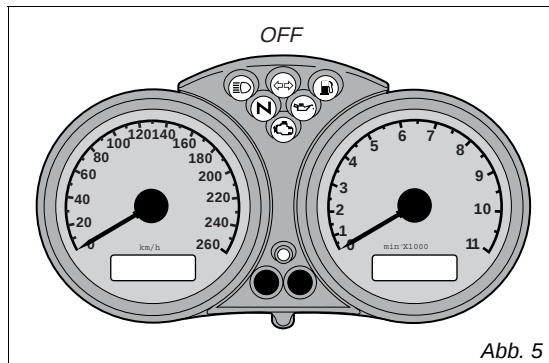
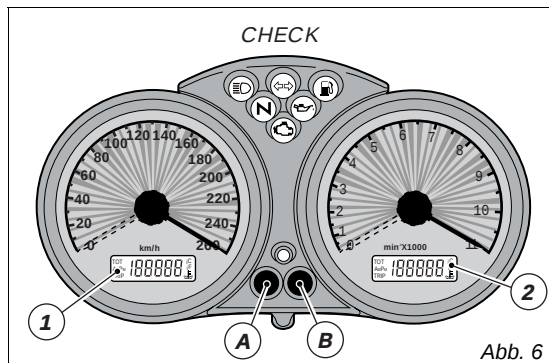

Abb. 5
Abb. 6
Auf das Einschalten (Zündschlüssel von **OFF** auf ON oder **Key-ON**) führt das Cockpit einen Check aller seiner Instrumente durch: Zeiger, Display und Kontrollleuchten, siehe (Abb. 5 und Abb. 6).
Auf das Drücken der Taste (A, Abb. 6), bei einem auf **ON** stehenden Zündschlüssel, kommt es zu einer abwechselnden Anzeige des Tages- und des Kilometerzählers.
Befindet er sich in der Funktion **TRIP** (Tageskilometerzähler) kommt es nach dem Drücken, 2 Sekunden lang, der Taste (A, Abb. 6) zum Rückstellen der Displayanzeige (LCD 1) auf Null.
Nach Drücken der Taste (B, Abb. 6), bei einem auf **ON** stehenden Zündschlüssel, werden die Uhrzeit und die Öltemperatur angezeigt.
Die Taste (B, Abb. 6) mindestens 2 Sekunden lang drücken. Durch Drücken der Taste (A, Abb. 6) nun die Zeitangabe AM/PM einstellen. Für den Übergang auf die Einstellung der Stunden, die Taste (B) drücken. Durch wiederholtes Drücken der Taste (A) wird die Stundenanzeige geändert. Für den Übergang auf die Einstellung der Minuten, die Taste (B) drücken.
Drückt man innerhalb von 5 Sekunden nach dem Umstellen des Zündschlüssels auf **ON** die Taste (B, Abb. 6), kann man durch jedes darauf folgendes Drücken dieser Taste die Helligkeit am Cockpit einstellen.